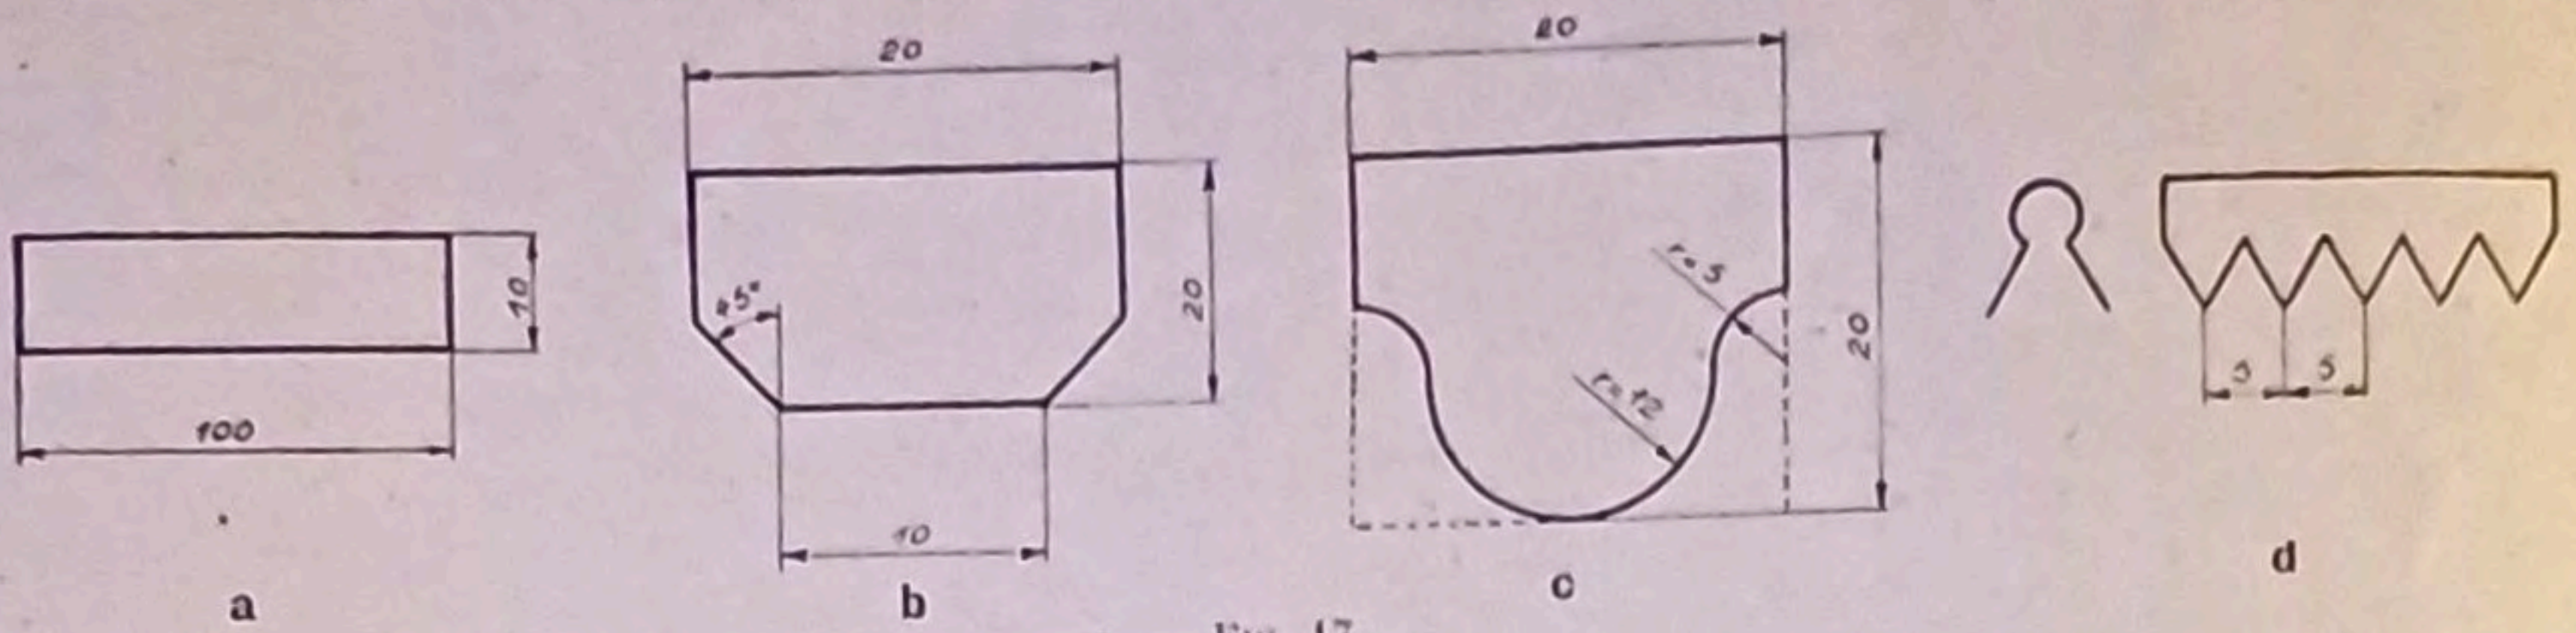

Fig. 17
d) Evider un profilé (profilés repères C et D) (dents de scie au pas de 5 mm) (fig. 17) ;